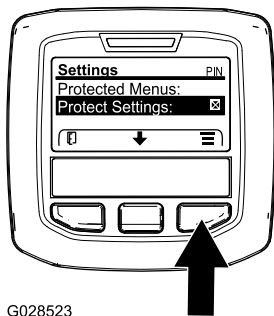

Figura 41
1. Accedete al menu protetto e sbloccate il sottomenu delle impostazioni protette (Figura 41); fate riferimento a Accesso ai menu protetti (pagina 23).